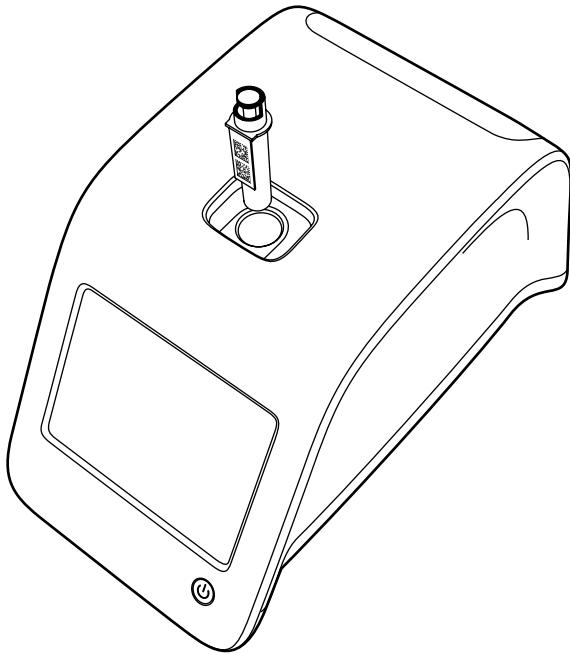

Figura 19
2. Inserire la cuvetta nell'alloggiamento di misurazione, nella posizione corretta. Il codice a barre della cuvetta deve essere rivolto verso di voi (vedi **Figura 19**).